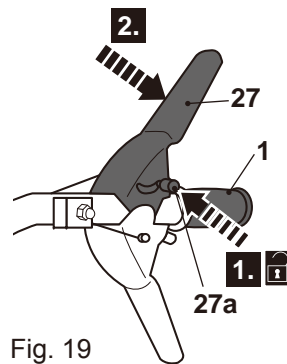

Fig. 19
- > Empuje el pasador de bloqueo (27a) y manténgalo en posición (Fig. 19, paso 1).
- > Apriete la palanca de embrague (27) contra la empuñadura (1) para acoplar las púas. Manténgala en esa posición durante el funcionamiento (Fig. 19, paso 2).
- > Suelte la palanca de embrague (27) para desacoplar las púas y ajustar el motor para que funcione en ralentí.